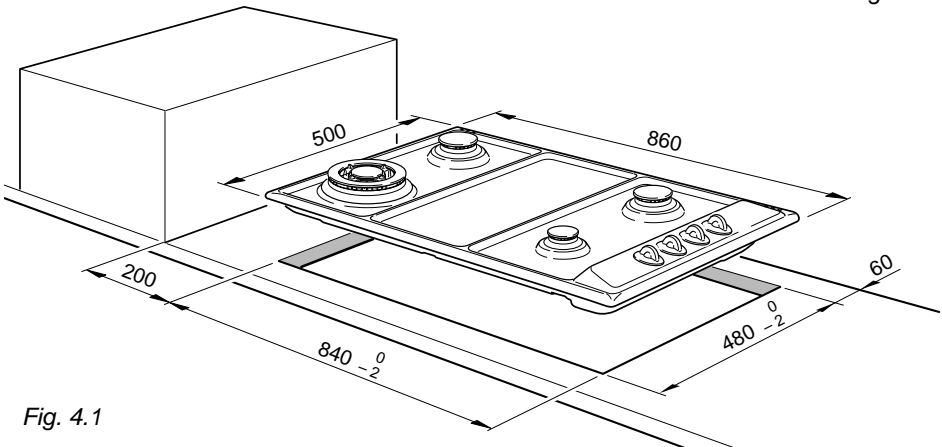

Fig. 4.1
Para empotrar la placa en el mueble es necesario efectuar una abertura con las dimensiones indicadas en la fig. 4.1, teniendo presente que:
- ✓ Cualquier pared al lado que sobresalga la placa debe estar a una distancia mínima de 200 mm (fig. 4.1).
- ✓ La pared detrás de la placa de cocción debe estar a una distancia mínima de 60 mm (fig. 4.1).